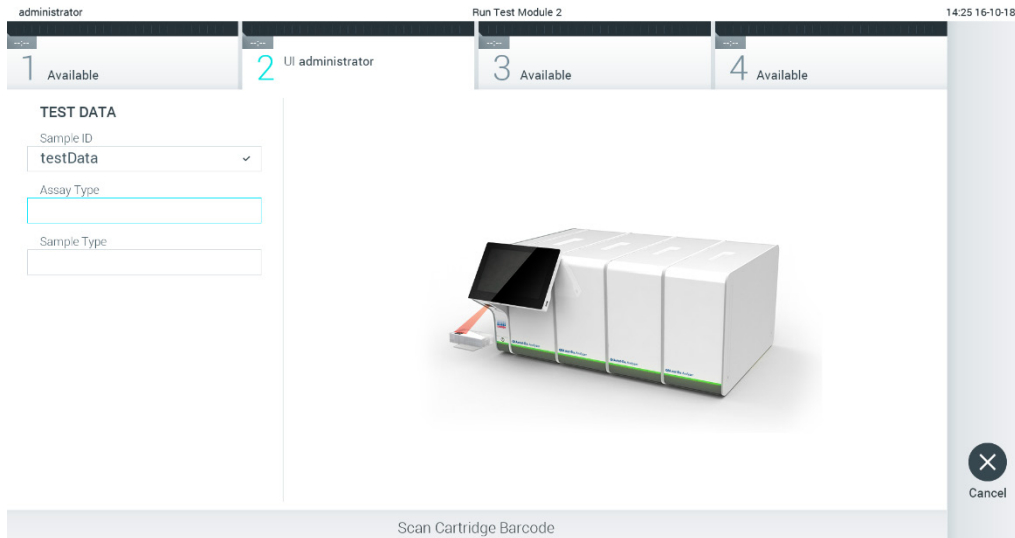

图 24. 扫描 QIAstat-Dx 检测试剂盒条形码。
3. 出现提示时，扫描要使用的 QIAstat-Dx 检测试剂盒的条形码。QIAstat-Dx Analyzer 1.0 会根据 QIAstat-Dx 检测试剂盒条形码自动识别要运行的检测（下一页图 24）。